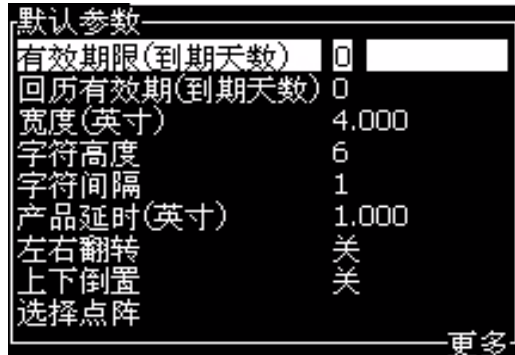

图 5-16: 默认参数对话框
可用的不同参数（信息 > 默认参数）显示在表 5-12 和第 5-27 页的图 5-16 中。
- 2 选择 *Default Parameters (默认参数)* (第 5-27 页的图 5-16) 编辑值。